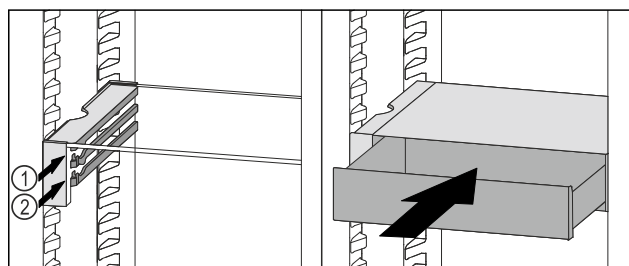

Fig. 97
- Placer le tiroir VarioSafe derrière les butées sur la nervure désirée Fig. 97 (1) ou Fig. 97 (2).